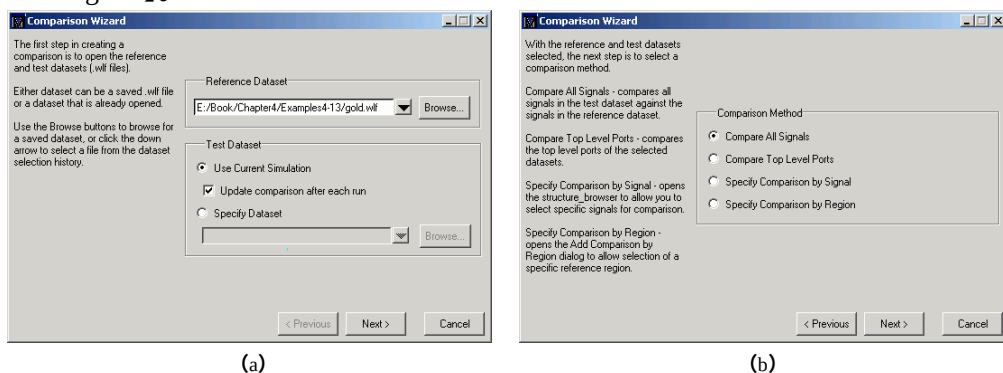

图3-59 波形比较对话框
7. 进行波形比较。在 ModelSim 中有一个波形比较的向导可以帮助用户一步一步地设置波形比较的条件并进行比较。在波形窗口或者主窗口中选择【Tools】/【Waveform Compare】/【Comparison Wizard】命令打开比较向导，单击 **Browse...** 按钮选择“gold.wlf”文件作为参考数据集，在【Test Dataset】中选择【Use Current Simulation】，如图 3-59（a）所示，单击 **Next >** 按钮进入下一个对话框，如图 3-59（b）所示。在【Comparison Method】中选择【Compare All Signals】。